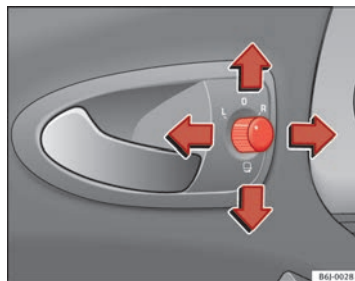

Fig. 67 Regolazione degli specchi retrovisori esterni
1. In primo luogo, ruotare la manopola ⇒ fig. 67 portandola nella posizione **L** (**specchio esterno sinistro**).
- Per far ripiegare su se stessi gli specchietti esterni si deve ruotare la manopola ⇒ fig. 67 portandola nella posizione . Si consiglia di richiudere sempre gli specchietti esterni quando si porta il veicolo all'autolavaggio, altrimenti potrebbero danneggiarsi.